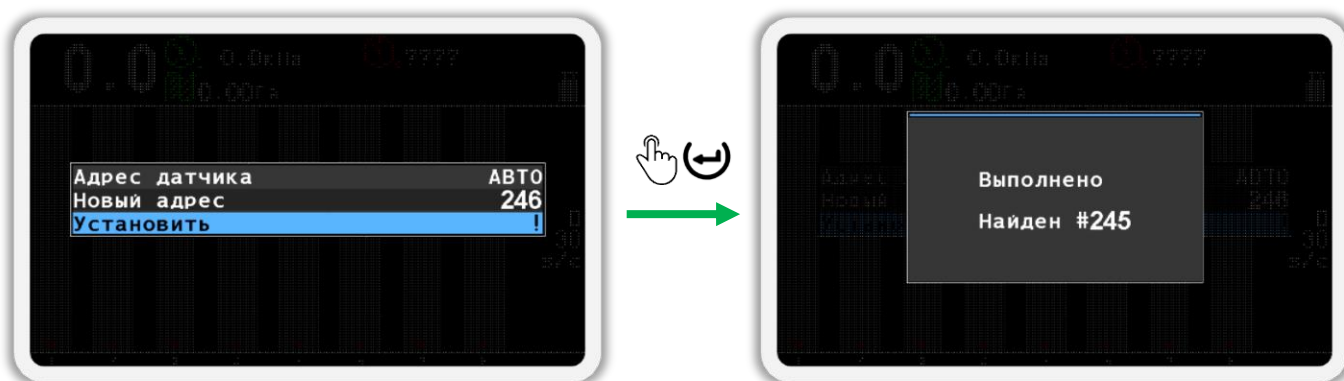

Рисунок 78
1. В экране меню «Конфигурация датчиков» (см. Рисунок 74 п.4), кнопками  «Вверх» и  «Вниз» выберите пункт  «Датчик давления» и нажмите кнопку  «Меню». В результате откроется меню «Датчик давления» (см. Рисунок 78 слева).
2. Кнопками  «Вверх» и  «Вниз» выберите пункт  «Адрес датчика» и убедитесь, что выбрано значение «АВТО» (см. Рисунок 78 слева). Для изменения этого параметра используются кнопки  «Плюс» и  «Минус».
3. Кнопками  «Вверх» и  «Вниз» выберите пункт  «Новый адрес» и кнопками  «Плюс» и  «Минус» задайте новый программный адрес (см. Рисунок 78 слева).
4. Кнопками  «Вверх» и  «Вниз» выберите пункт  «Установить» и нажмите кнопку  «Меню». В результате удачного переименования на экран будет выведено сообщение - «Выполнено» (см. Рисунок 78 справа).